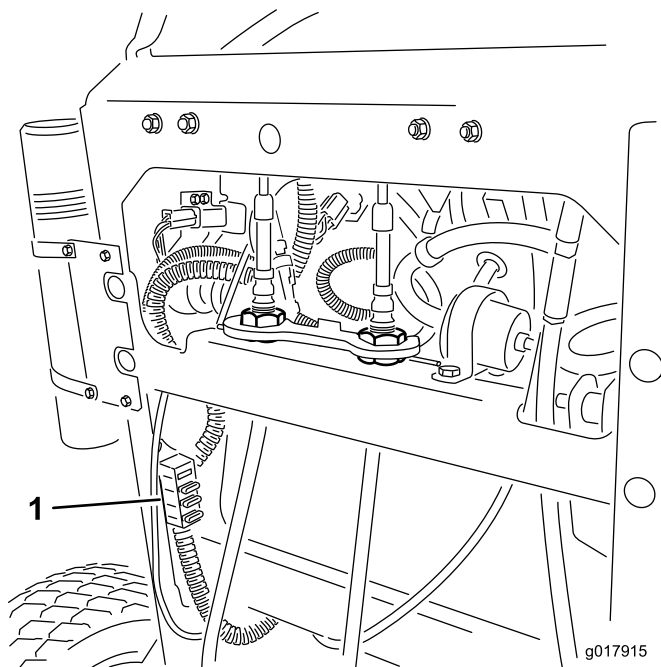

Figure 53
2. Tirez le fusible pour le sortir ou le remplacer (Figure 53).
**Remarque:** Veillez à utiliser un fusible du bon calibre Figure 53.